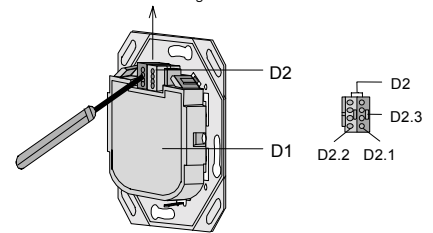

Bild 7: Busklemme abziehen
- Die Busklemme (Klemmenblock) (D2) besteht aus zwei Teilen (D2.1, D2.2) mit je vier Klemmkontakten, Bild 7.
- Trennen Sie das Bustreibermodul von der Busleitung (Bild 7).
Busklemme abziehen / aufstecken (Bild 7)